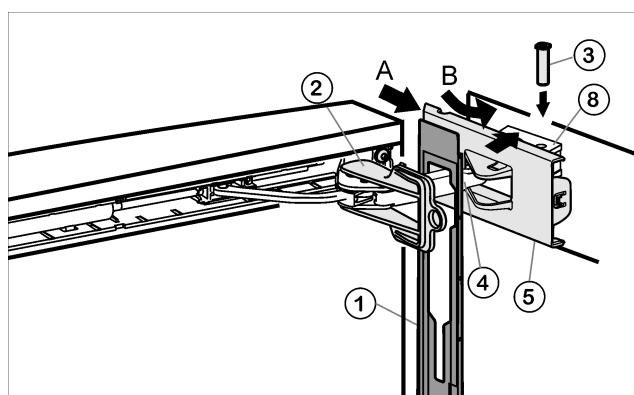

Fig. 17
- Desplace la cubierta *Fig. 17* (5) desde la parte exterior (A) y vírela a través de la pieza de cojinete *Fig. 17* (8) (B).
- Coloque la cubierta *Fig. 17* (5) y encájela hasta el primer enganche.
- Acerque el estribo del amortiguador *Fig. 17* (4) a la pieza de cojinete e introduzca el perno *Fig. 17* (3) desde arriba, de modo que el cuadrado esté en la parte hundida.
- Encaje ahora la cubierta *Fig. 17* (5) por completo en la pieza de cojinete *Fig. 17* (8).
- Retire el seguro *Fig. 17* (2) girándolo.
- Encaje el panel *Fig. 17* (1) en la puerta.
- Suspenda el panel *Fig. 17* (1) en el estribo del amortiguador *Fig. 17* (4), de modo que los ganchos de retención estén orientados hacia dentro y el lado delantero esté orientado hacia al aparato.